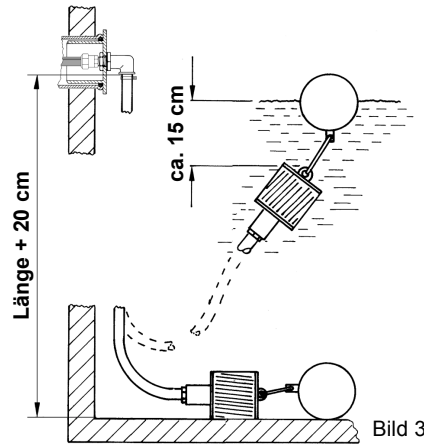

Bild 3
- Bei dem Typ SAFF muß die Schlauchlänge der Schwimmenden Entnahme 20 cm länger als die gemessene senkrechte Strecke zwischen Tankdurchführung und Auffangbehälterboden sein, siehe Bild 3.